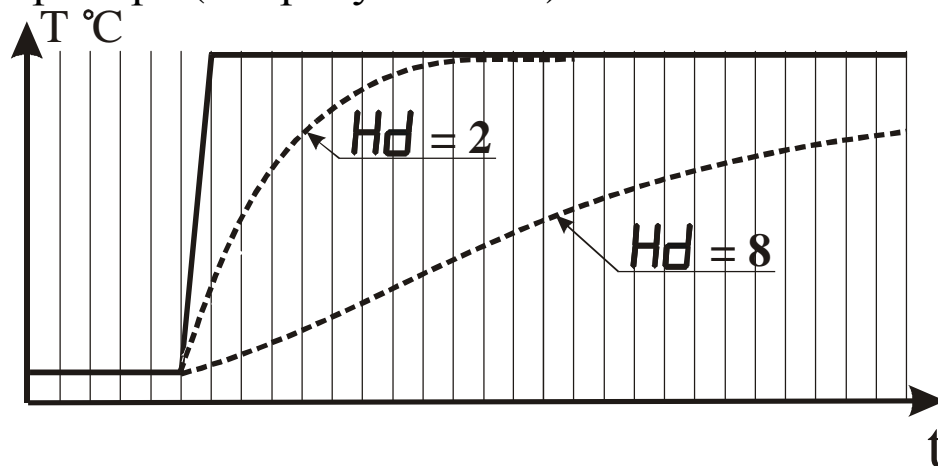

Рисунок 3.11 - Влияние параметра “Время усреднения” на показания прибора при различных значениях параметра Hd
3.3.3.10 Параметр “Время усреднения” указывают в количестве периодов опроса входного датчика ($N_{\text{опр.}}$). Этот параметр позволяет добиться более плавного изменения показаний прибора. Для этого производится вычисление среднего арифметического из последних ($N_{\text{опр.}}$) измерений. При значении параметра равном 0 интегратор выключен. Уменьшение значения времени усреднения приводит к более быстрой реакции прибора на скачкообразные изменения измеряемого параметра, но снижает помехозащищенность прибора (см. рисунок 3.11).